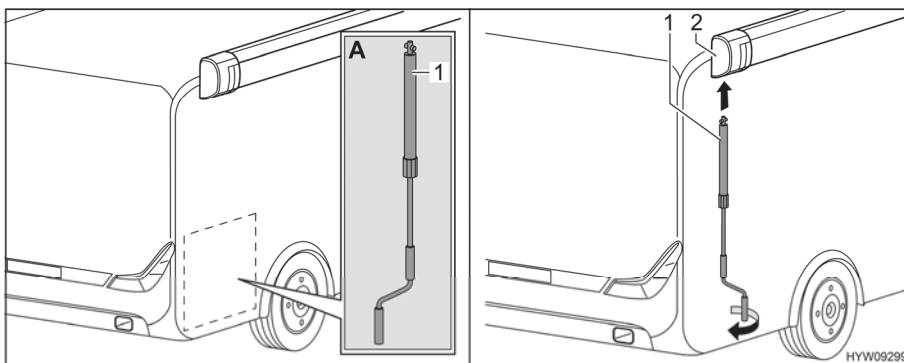

Fig. 20 Mettre la manivelle en place
- Retirer la manivelle (Fig. 20,1) de l'espace de rangement arrière (Fig. 20,A).
- Emboîter la manivelle dans la douille à baïonnette (Fig. 20,2) du store extérieur.